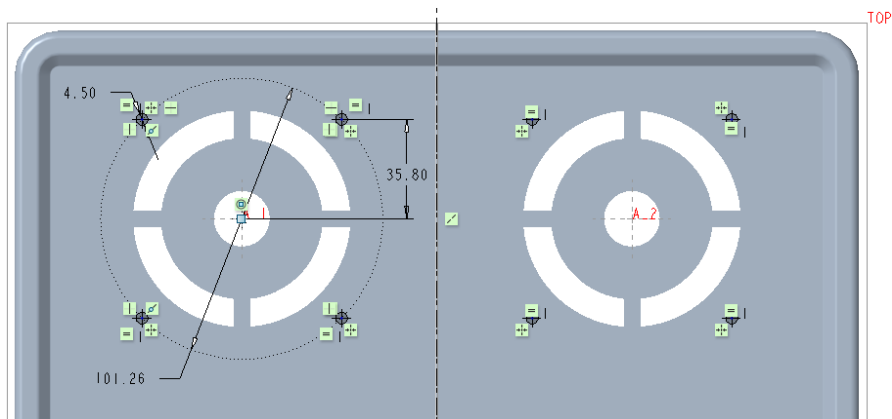

图 6-128 绘制剖面
(1) 单击 (拉伸) 按钮，打开“拉伸”选项卡并暂时接受默认的按钮设置。
(2) 单击“放置”按钮以打开“放置”面板，单击该面板上的“定义”按钮，弹出“草绘”对话框，接着单击“草绘”对话框中的“使用先前的”按钮，进入草绘器。
(3) 绘制图 6-128 所示的剖面，单击 (确定) 按钮。